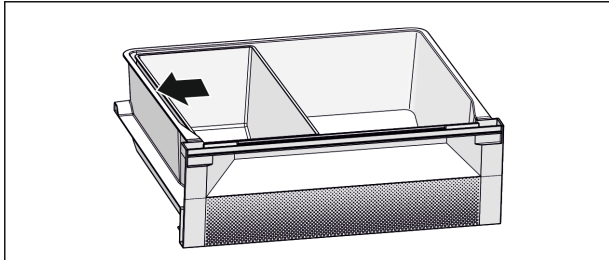

Fig. 7
- Za optimalno funkcijo hlajenja: Skleda Fish & Seafood namestite, kot je prikazano na sliki (glejte Fig. 7).